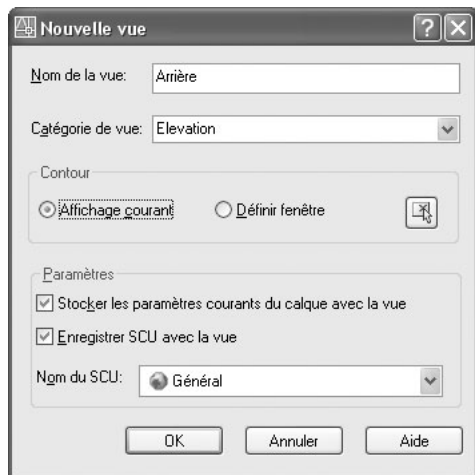

Fig.24.5
- [3] Dans la boîte de dialogue **Nouvelle vue** (New View), entrer un nom dans le champ **Nom de la vue** (View name). Par exemple : Arrière. Dans le champ **Catégorie de vue** (View Category), entrer une catégorie, par exemple Elévation (fig.24.5).